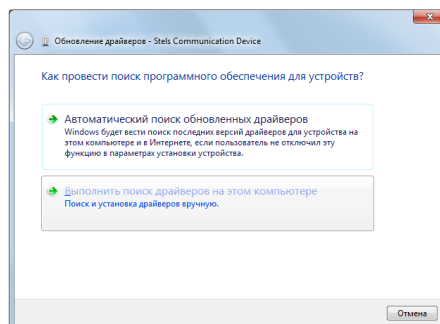

Рис. 5.4. Выбор установки драйвера вручную
4. В открывшемся окне *Обновление драйверов* щелкните левой кнопкой мыши по надписи *Выполнить поиск драйверов на этом компьютере* (рис. 5.4).